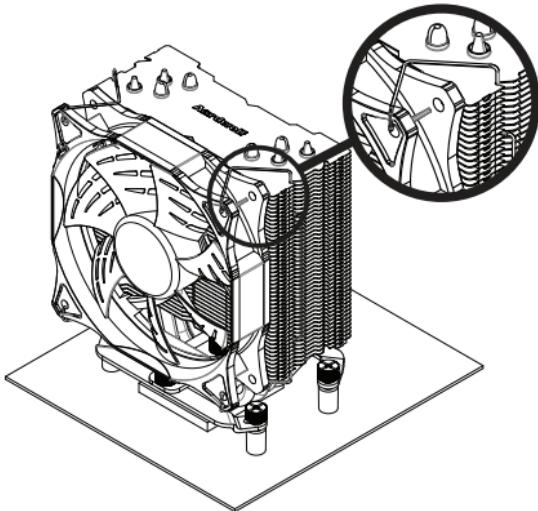

Рис. 28
- 1) Оденьте вентилятор на радиатор, при помощи проволочных скоб, которые предусмотрены в комплекте устройства (Рис. 28).